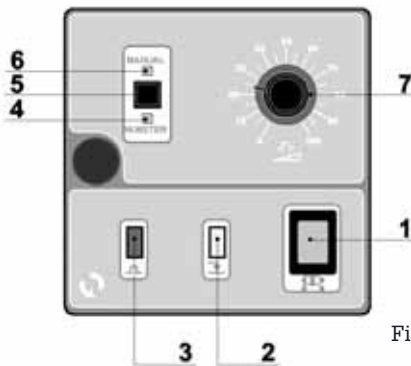

Fig. 17
8.1.3 - MANDOS DE LA BOMBA DLS-F (Fig. 17)
8.1.4 - DESCRIPCIONES DE LOS MANDOS DE LA BOMBA DLS-F (Fig.17)
- **INTERRUPTOR ON/OFF (1)**